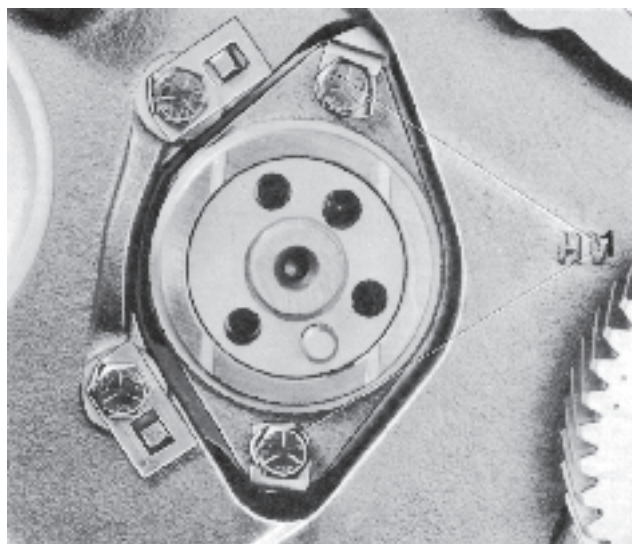

Fig. 55 Vis de fixation (1) de la bride d'arbre à cames
15. Démontez la bride de l'arbre à cames (fig. 55). Retirez l'arbre à cames avec précaution pour éviter d'endommager les roulements.